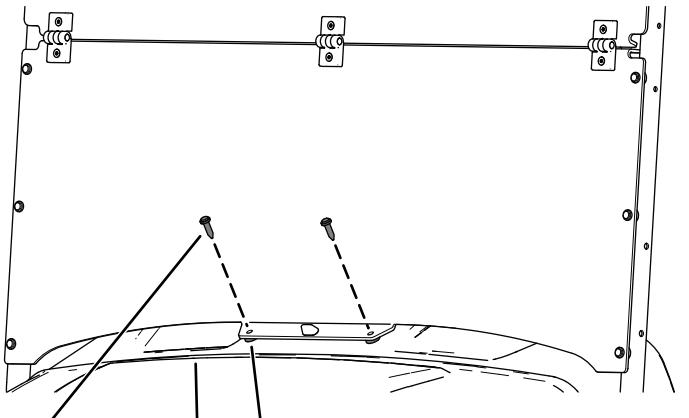

Figura 5
5. Prenda o fundo da parte inferior do para-brisa ao painel de instrumentos utilizando dois espaçadores de plástico e dois rebites de plástico compridos (Figura 5).